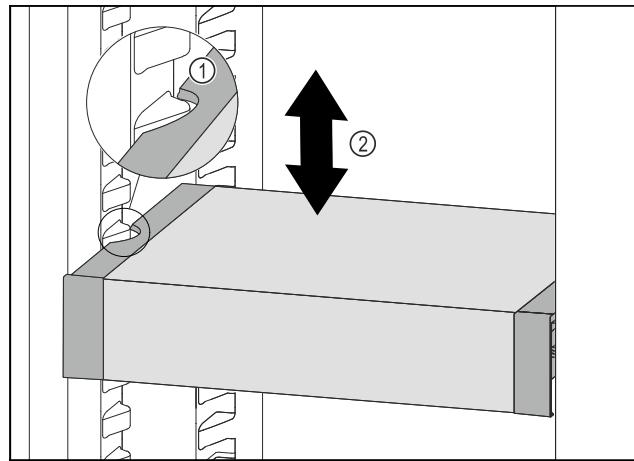

Fig. 80
- Потягнути VarioSafe вперед, поки бокові заглибления VarioSafe не опиняться на рівні ребра для резервуара в охолоджувальному відділенні. Fig. 80 (1)
- ▶ Пересувайте VarioSafe вгору або вниз в охолоджувальному відділенні до тих пір, поки не досягнете бажаної висоти. Fig. 80 (2)